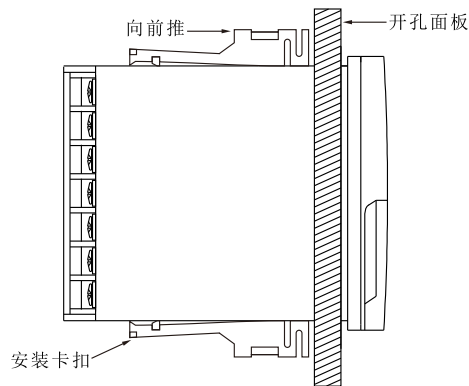

图 5
1、计数器的安装：将产品按图5所示，从前面放入开孔面板里，然后将安装卡扣按图5方向所示，安装到主体相应位置，向前推到位即可。